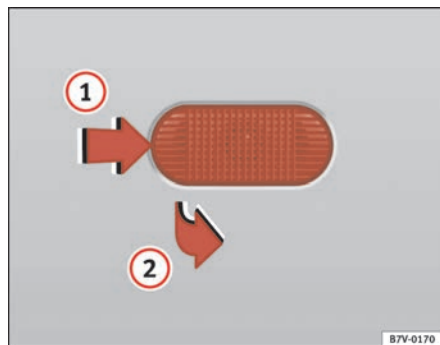

Abb. 162 Seitlicher Blinker
- Blinker nach vorne schieben ① ⇒ Abb. 162 und abnehmen ②.